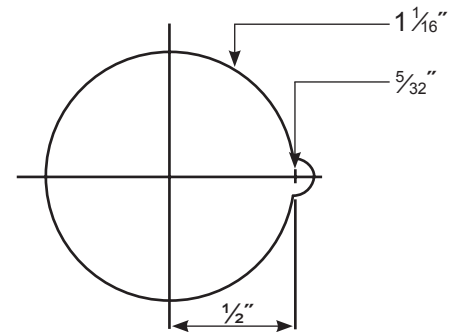

Figura 4 - Tamaños de orificios
- 4 Utilice una barrena de perforación de $\frac{5}{32}$ " y perforo la muesca (Figura 4).